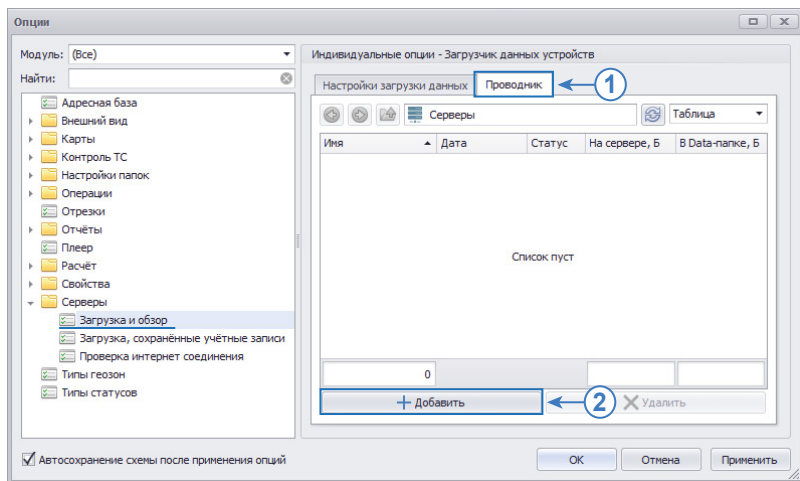

Рис.57. Добавление нового сервера.
Для того чтобы задать в схеме удаленный сервер необходимо перейти в меню «Опции» в раздел «Серверы – Загрузка и обзор», на вкладку «Проводник» (Рис.57, п.1).
Для добавления нового сервера необходимо нажать кнопку «Добавить» (Рис.57, п.2) или в контекстном меню Проводника (появляется при нажатии правой кнопки мыши) выбрать команду «Добавить новый сервер...». Далее необходимо заполнить настройки нового сервера в появившемся меню «Настройки сервера»:
- **Принимать данные от сервера** – если данная опция включена, то загрузка данных с сервера будет доступна на панели «Получение онлайн данных». Если опция выключена, то загрузить новые данные с сервера в базу данных можно будет только в меню «Проводник» (Рис.57, п.1).